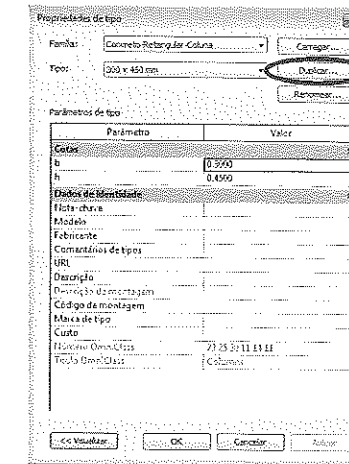

Figura 10.17 – Duplicação de um pilar.
1. Selecione o pilar e clique em **Editar tipo**. Na janela que se abre selecione **Duplicar**, Figura 10.17.